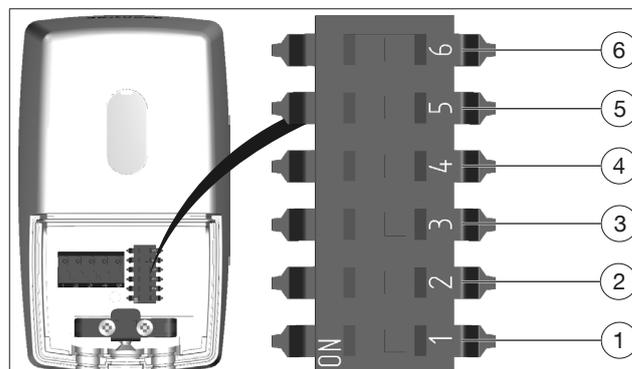

Fig. 4: Interrupteurs DIP
5. Démarrer une course d'initialisation en modifiant le réglage de l'interrupteur DIP 6 (voir Fig. 4).